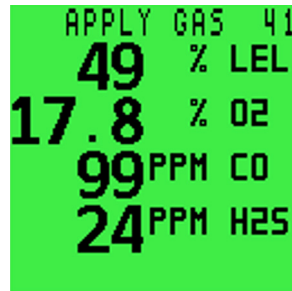

Figure 57: Schermata APPLY GAS (APPLICA GAS)
5. Dopo aver applicato il gas, tenere premuto il Pulsante D per avviare la calibrazione. Inizierà il conto alla rovescia di 60 secondi (fare riferimento alla Figure 57: Schermata APPLY GAS \(APPLICA GAS\)). Dopo 60 secondi, il rilevatore verrà calibrato secondo i valori predefiniti.